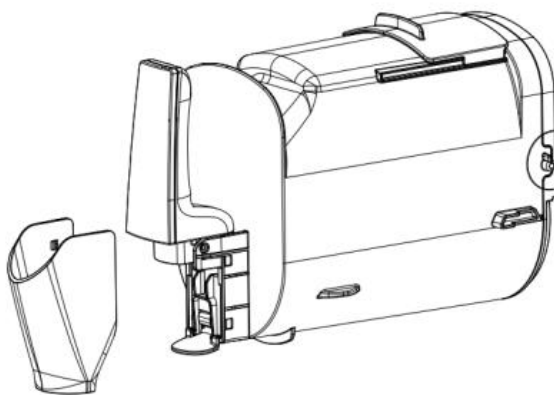
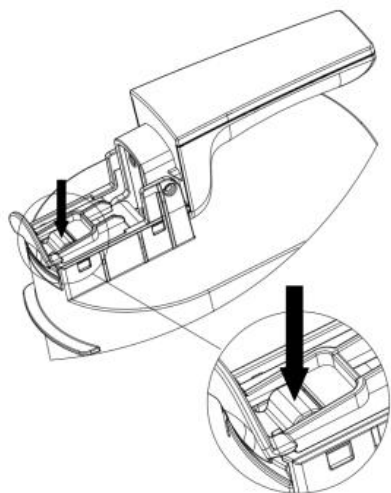
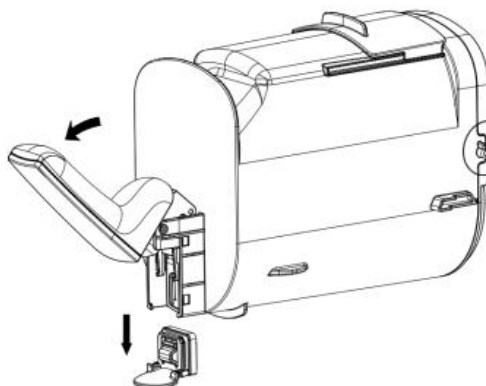

Figure 4
Figure 5
Figure 6
3. Nettoyage de l'orifice de sortie : Retirez le couvercle de la sortie (Figure 4), appuyez et maintenez la position de fixation du support de sortie (Figure 5), puis ouvrez la poignée du barillet, puis retirez la sortie assemblage (Figure 6), nettoyez-le et remettez-le dans l'ordre de démontage et de remontage.